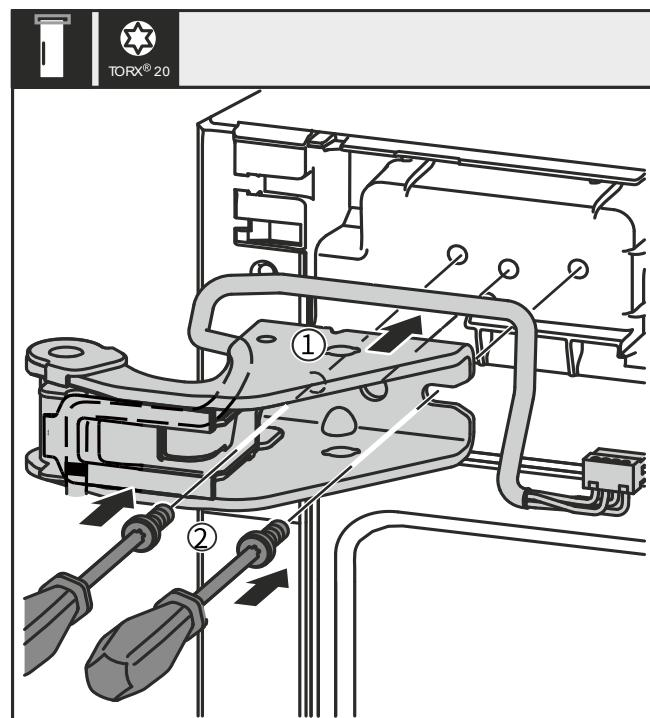

図25
- T20のトルクスドライバーで真ん中のねじ①を先に軽く締め、続いてねじ②・③を仮留めします。
- ねじ①～③を本締めして金具を固定します。
- 図25で取り外した②のダンパー接続部品を180度回転させ、取り付けます。
- ベアリングピン⑤を上から差し込みます。このとき、ツメが後ろに向いていることを確認してください。